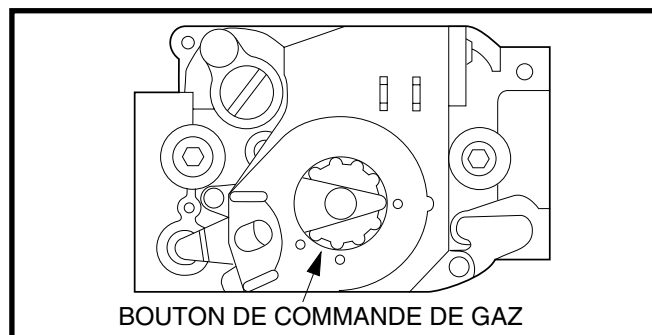

Figure 29. Robinet de gaz à allumage direct – Honeywell
3. Retirez la porte de la fournaise et fermez le robinet de gaz. Enfoncez et tournez le bouton de commande du gaz dans le sens horaire pour FERMER (OFF). Voyez la Figure 29 \(page 21\).
4. Attendez dix (10) minutes pour vous assurer de la dissipation du gaz. Si vous détectez du gaz, **ARRÊTEZ!** et suivez les informations de sécurité. Si vous ne sentez pas de gaz, passez à l'étape 5.
6. Mettez le robinet de gaz en position **OUVERT**. Enfoncez et tournez le bouton de commande du gaz dans le contraire aux aiguilles d'une montre pour **OUVRIR** (Figure 29).
4. Tournez le bouton de commande du gaz dans le sens horaire jusqu'à la position de **ARRÊT** (Figure 29) :
2. Assurez-vous que le commutateur de marche-arrêt est en position ON (marche). Voyez la Figure 27 \(page 17\) ou Figure 29 \(page 21\).